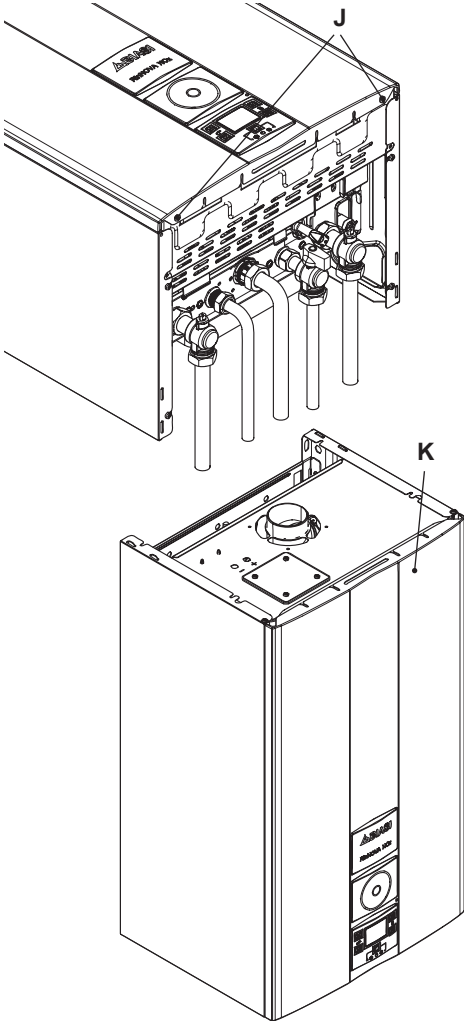

Figura 5.17
- Desenrosque los tornillos J y desmonte el panel frontal K tirando de él hacia usted y luego levantándolo para liberarlo de los alojamientos superiores Figura 5.17.